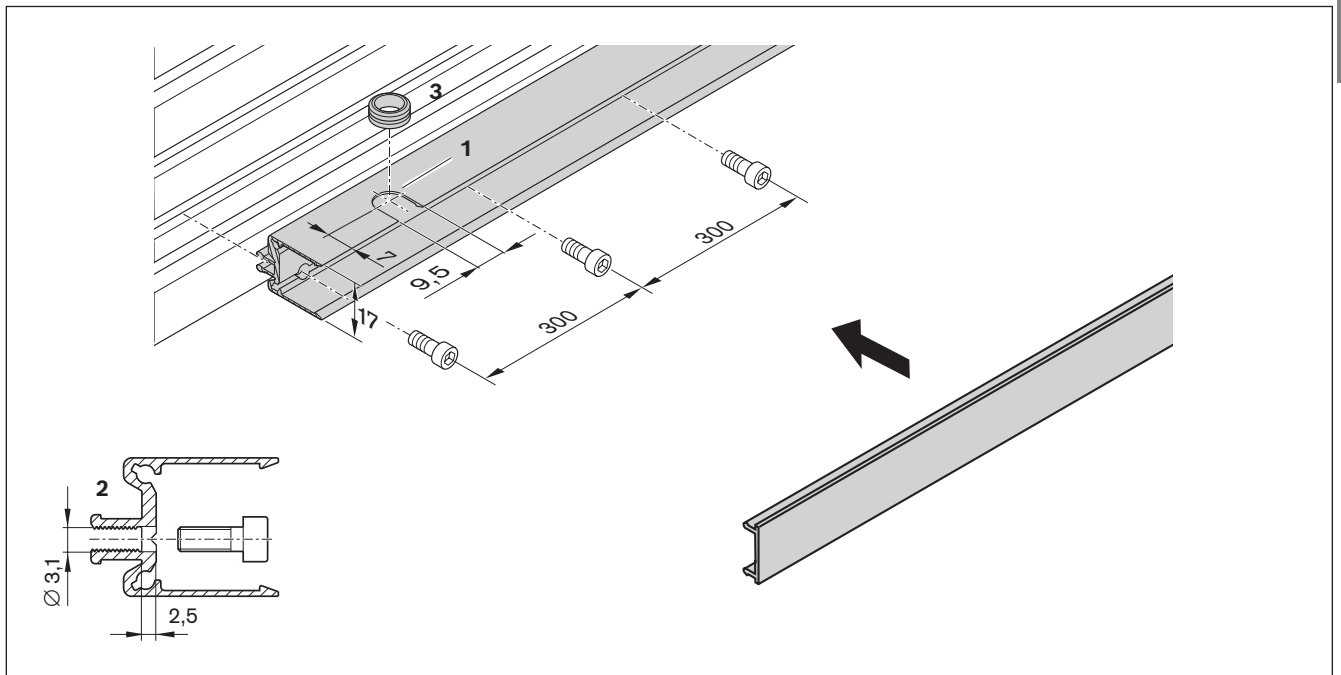

Fig. 22: Kabelkanal montieren
- Der Schaltgeber (beidseitig) ist ein Magnet der im Tischteil integriert ist (kein Schaltwinkel nötig). Bei Ausführung mit zwei Tischteilen ist der Schaltmagnet immer im Tischteil TT1. Die Schaltpositionen können über den Hub frei eingestellt werden. Bei Linearmodule MKR ist der Magnet in + oder - Richtung oder mittig im Tischteil integriert (je nach Größe siehe Tabelle 6 und Fig. 22).